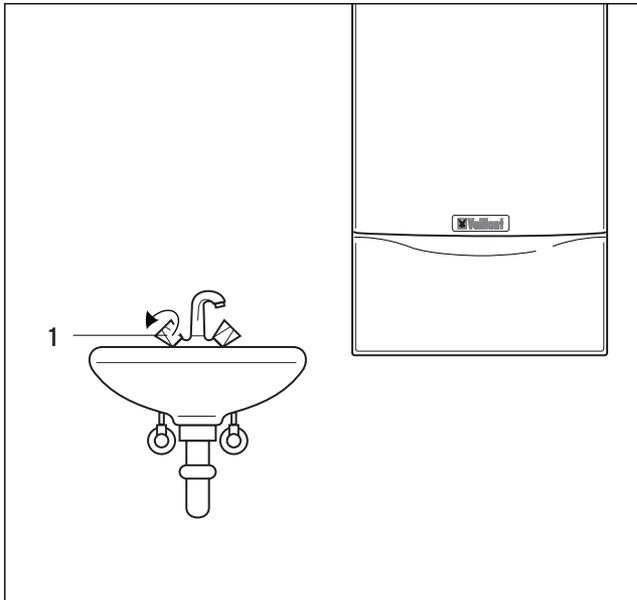

Abb. 3.11 Warmwasser zapfen (VC-Geräte)
3.4.2 Warmwasser zapfen (Abb. 3.11)